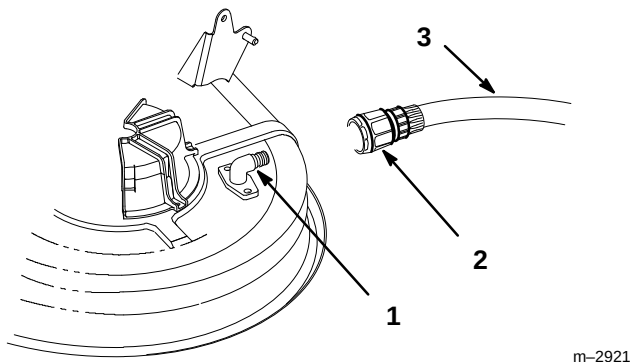

Figure 54
2. Fixer un raccord de tuyau d'arrosage (non fourni) à l'embout de lavage du carter de tondeuse, et ouvrir l'eau en grand (Fig. 54).